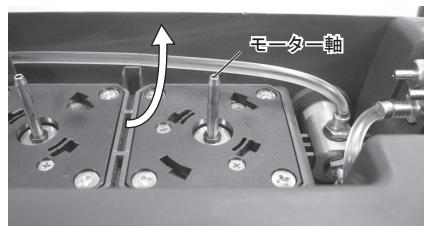

図39
- ・モーター軸の汚れや水分を拭き取る際は、図39のように根元から拭きあげてください。